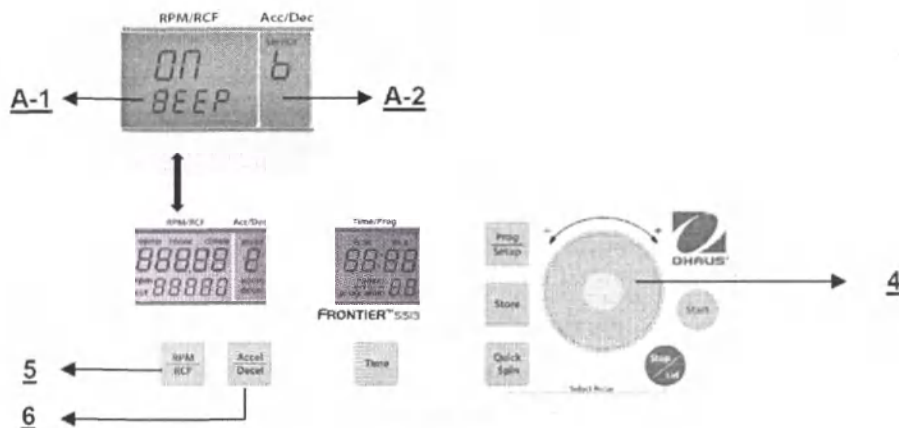

Рис. 33
Включите режим установки параметров, как указано в разделе 4.1.2, затем нажмите кнопку **Accel/Decel** (6). В поле **Acc/Dec** (A-2) будет мигать слово **Service**. С помощью сенсорного диска (4) выберите символ **B**. В поле **RPM/RCF** (A-1) появится текст **ON/BEEP**. Нажмите кнопку **RPM/RCF** (5) и с помощью сенсорного диска (4) включите (On) или выключите (Off) звуковое подтверждение нажатия кнопок. (См. рис. 33.)